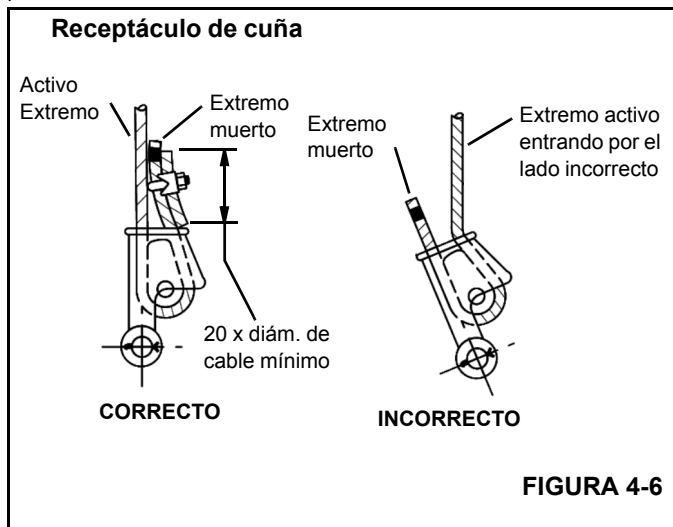

FIGURA 4-6
3. Verifique que el extremo activo (Figura 4-6) del cable quede directamente en línea con las orejetas del receptáculo y con el sentido de la tracción que se aplicará al cable. Si el cable se instala de modo incorrecto en el receptáculo, se producirá un doblez en el punto que el cable sale del receptáculo, y el borde del receptáculo desgastará el cable, causándole daños y la falla eventual del mismo.
4. Inserte el extremo del cable en el receptáculo, forme un lazo con el cable y devuelva el cable a través del receptáculo, permitiendo que el extremo muerto (Figura 4-6) sobresalga del receptáculo. Verifique que el extremo muerto del cable tenga un largo suficiente para aplicarle un dispositivo de terminación al extremo después de haber asentado la cuña.